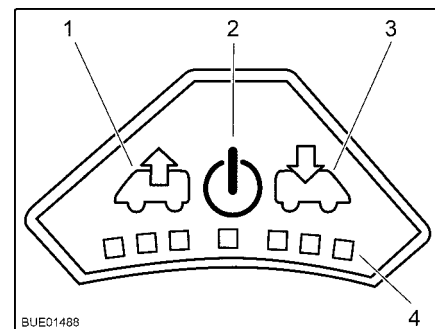

Fig. 76 Panneau de commande du ventilateur
Allumer : ■ Appuyer sur la touche Marche/Arrêt (Fig. 76,2). Le ventilateur fonctionne en mode confort (aération à faible vitesse de rotation).
- Pour augmenter la vitesse de rotation du ventilateur, appuyer sur la touche Ventiler (Fig. 76,1). La vitesse de rotation du ventilateur augmente d'un niveau de puissance dans le sens de l'échappement. Les DEL (Fig. 76,4) montrent les niveaux de puissance.
- Pour réduire la vitesse de rotation du ventilateur, appuyer sur la touche Aérer (Fig. 76,3). La vitesse de rotation du ventilateur diminue d'un niveau de puissance.
- Pour augmenter la vitesse de rotation du ventilateur, appuyer sur la touche Aérer (Fig. 76,3). La vitesse de rotation du ventilateur augmente d'un niveau de puissance dans le sens de l'aération. Les DEL (Fig. 76,4) montrent les niveaux de puissance.
- Pour réduire la vitesse de rotation du ventilateur, appuyer sur la touche Ventiler (Fig. 76,1). La vitesse de rotation du ventilateur diminue d'un niveau de puissance.
- Appuyer sur la touche Marche/Arrêt (Fig. 76,2). Le ventilateur s'arrête, les DEL s'éteignent.